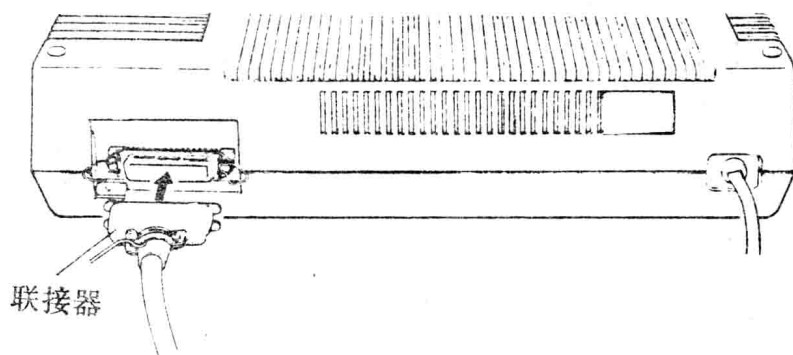

图 1—1 打印机电缆联接
- (2) 用相应的电缆将它牢固的推进打印机的接线夹内。
- (3) 要进行检查工作，保证电缆在接口处锁牢，打印机联接如图 1—1 所示。
在控制板上有三个开关、四个指示器、如图 1—2 所示和一个电源开关（在打印机壳的左面）。在本节中，为了让使用者熟悉打印机，详述了面板操作步骤。